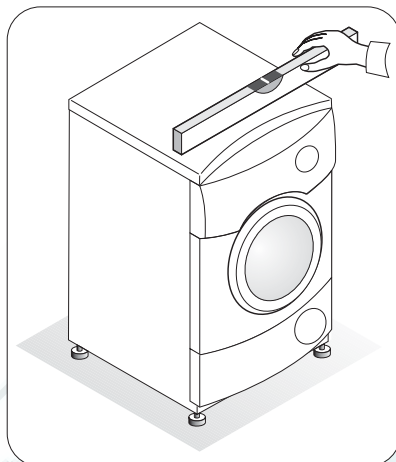

Рис. 10
- ❑ Установить машину точно по уровню при помощи регулируемых ножек (рис. 10)